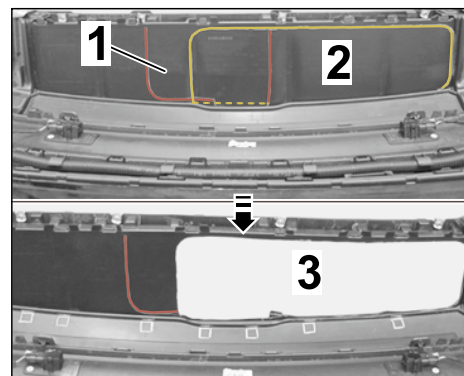

Рис. 6
1.9.2 Отметить вырез для шаровой головки (электрической выдвижной — ост. страны или съёмной — США / Австралия) с внутренней стороны облицовки задней части кузова на выштамповке (⇒ *Рис. 6 -сверху-*).
1.9.3 Осторожно сделать вырез по маркировке (⇒ *Рис. 6 -снизу-*).